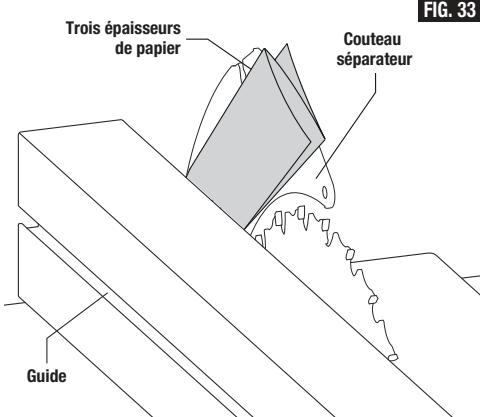

FIG. 33
4. En utilisant le guide de refente pour vous guider, vérifiez l'alignement du couteau séparateur avec le plan de la lame de la scie. Étant donné que le couteau séparateur est plus mince, par environ trois épaisseurs de papier de chaque côté, que la largeur du TRAIT DE SCIE de la lame, vous devez fabriquer une « jauge d'épaisseur » en papier temporaire. Faites deux plis dans une petite feuille (6 po x 6 po) de papier journal ordinaire afin de créer trois épaisseurs. Placez la jauge d'épaisseur en papier entre le couteau séparateur et le guide de refente (Fig. 33).